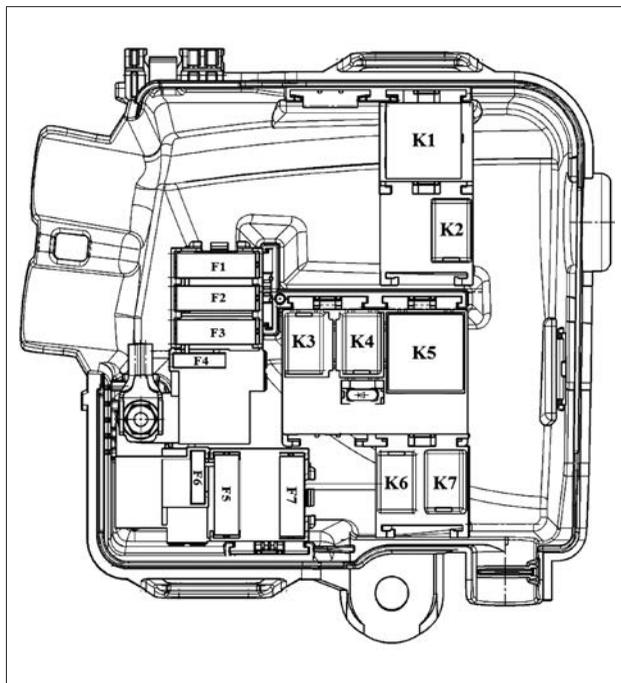

Рис. 2. Блок предохранителей и реле моторного отсека (ДВС 11189)
### Электрические цепи, защищаемые плавкими предохранителями, расположенными в блоке предохранителей и реле моторного отсека ДВС (см. рис. 2)
**Реле, расположенные в блоке предохранителей и реле моторного отсека ДВС (см. рис. 2)**